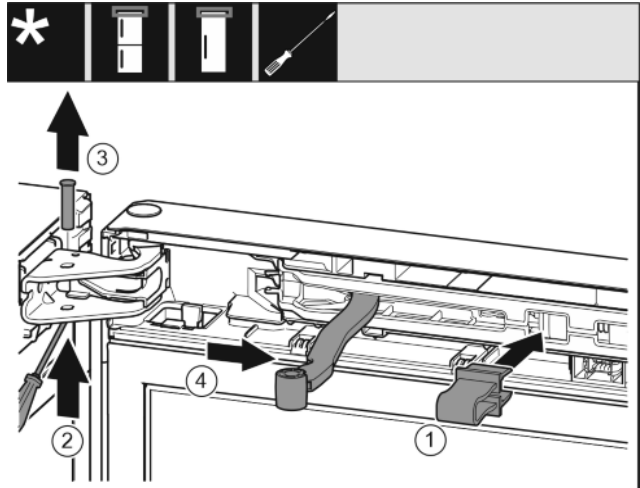

Fig. 7
- ▶ Фиксирайте предпазителя в отвора. Fig. 7 (1)
- ▶ С отвертката избутайте болта. Fig. 7 (2)
- ▶ Извадете болта нагоре. Fig. 7 (3)
- ▶ Завъртете шарнира в посока към вратата. Fig. 7 (4)